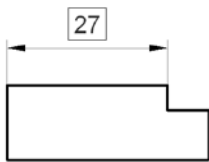

图 8.2.8 标注文字加边框
- **文字样式 (S)**: 下拉列表: 用于选择标注的文字样式。也可以单击其后的 **...** 按钮, 在系统弹出的“文字样式”对话框中新建或修改文字样式。
- **文字颜色 (C)**: 下拉列表: 用于设置标注文字的颜色。
- **填充颜色 (L)**: 下拉列表: 用于设置标注中文字背景的颜色。
- **文字高度 (T)**: 文本框: 用于设置标注文字的高度。
- **分数高度比例 (D)**: 文本框: 用于设置标注文字中的分数相对于其他标注文字的比例, 系统以该比例值与标注文字高度的乘积作为分数的高度。
- **绘制文字边框 (B)**: 复选框: 用于设置是否给标注文字加边框, 如图 8.2.8 所示。